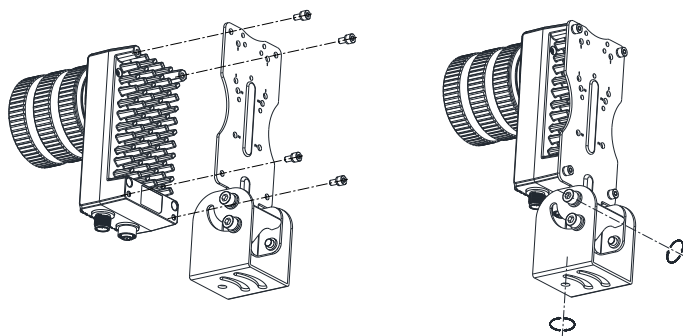
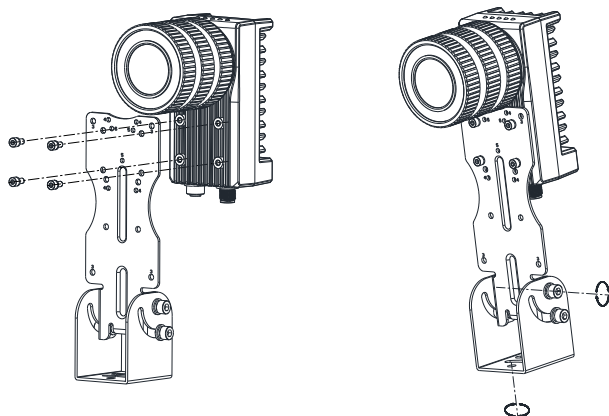
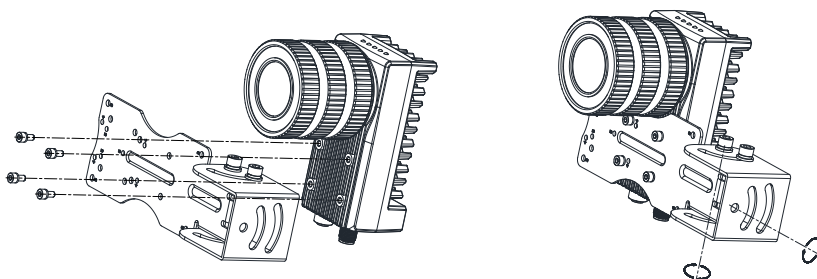

图2-1 背面安装
图2-2 正面安装
图2-3 正面侧装
1. 将设备用 M4 螺丝安装到固定支架上，再通过固定支架安装到其他机构件上，共有 3 种安装方式，如图 2-1、图 2-2 以及图 2-3 所示。您可根据实际情况选择安装方式。